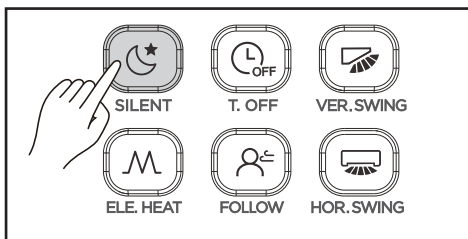

Figura 3.14
1. Quando a unidade estiver no modo Cool (Frio) ou Heat (Quente), pressione  (consulte a Figura 3.14) para iniciar a função de silêncio. O mostrador exibe o ícone  ;